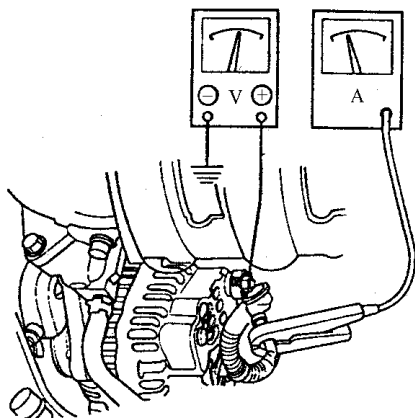

图 9-40 连接安培计和电压表
2) 如图 9-40 所示，连接安培计(0~400A)和电压表(0~20V)(精确在 0.1V 之内)